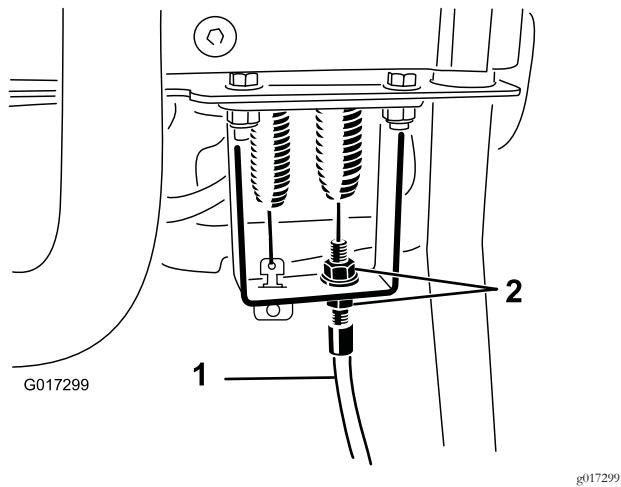

Figura 52
4. Sulla paratia della maniglia di comando, allentate il cavo di comando del cilindro in modo da creare un imbando (Figura 52).